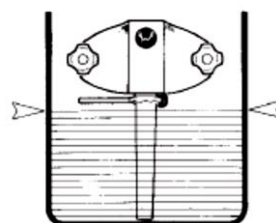

Fig. 16
- Med åben hane hæld en pose mix i karret og lad det løbe ned i frysecylinderen. Niveauet i karret må ikke nå op til pumpen (se fig.16) og der skal tilsættes mix hvis niveauet er under 2 cm i bunden.
- Med åben tappehane hæld en pose mix i karret og lad det løbe ned i frysecylinderen. Niveauet i karret må ikke nå op til pumpen (se fig.16) og der skal tilsættes mix. hvis niveauet er under 2 cm i bunden.